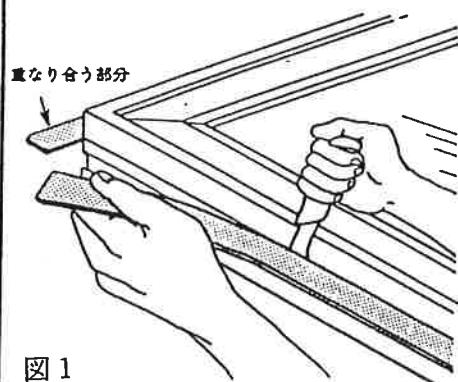

図 1
C. ナイフで接合側のフランジを切り取ります。この際、フランジは全て切り取らず、横に並べて連窓する場合は右側下部に、縦に積み重ねて連窓する場合は接合部の両サイドに、それぞれ重なりあう部分を残しておきます。(図 1)